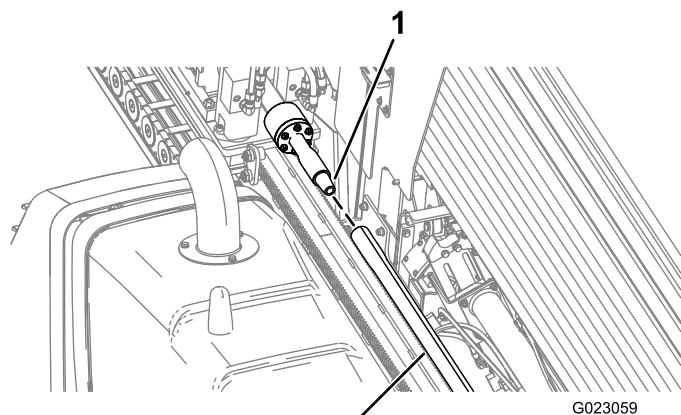

Figure 87
6. Faites tourner l'arbre de forage dans le sens horaire et déplacez le chariot lentement en avant pour insérer l'arbre dans le côté femelle de la tige (Figure 87).
- Faites tourner l'arbre de forage dans le sens horaire et déplacez le chariot lentement en avant pour insérer l'arbre dans le côté femelle de la tige (Figure 87).